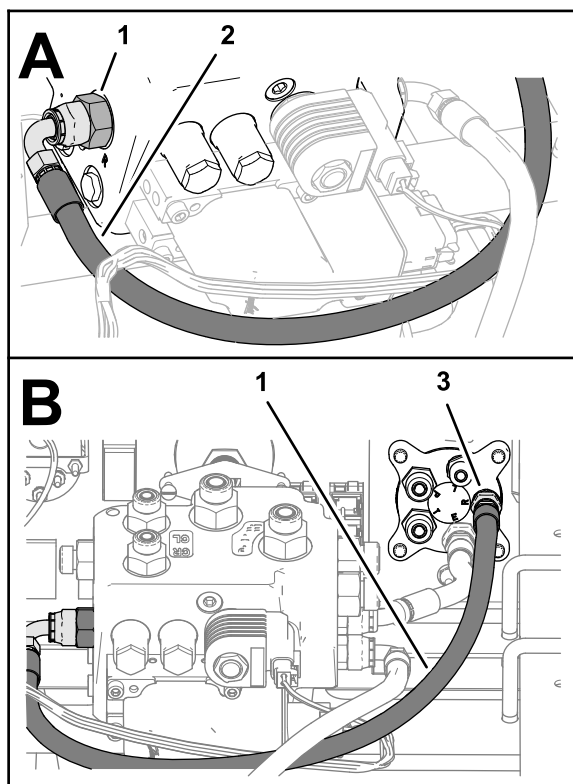

Figura 117
5. Monte el acoplamiento de 90° de la manguera de 6 mm x 673 mm (1/4" x 26 1/2") en el acoplamiento del orificio R de la válvula de dirección EHI (Figura 117).
6. Monte el acoplamiento recto de la manguera de 6 mm x 673 mm (1/4" x 26 1/2") en el acoplamiento del orificio R de la válvula de dirección, y apriete ambos acoplamientos (Figura 117).